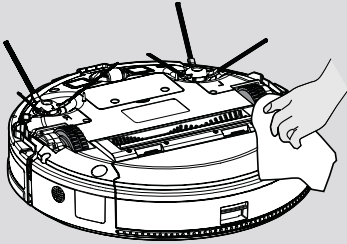

Fig. 22
3. Limpiar las ruedas con un paño seco. **[Fig. 22]**